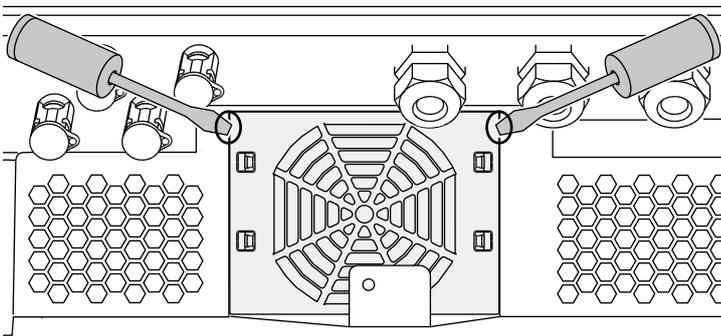

Fig. 68: Staccare la griglia della ventola
2. Smontaggio ventola. A tale scopo appoggiare un cacciavite sul bordo della ventola ed esercitare una leggera pressione sulla griglia. ➔ **Fig. 68**